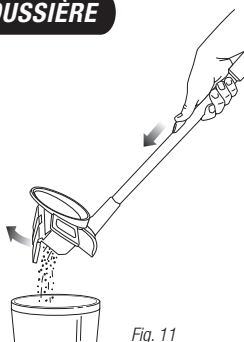

Fig. 11
- 2 Tenez la coupelle à poussière au-dessus d'une poubelle et enfoncez le bouton de vidange situé dans la partie inférieure du manche. Le panneau mobile s'ouvrira et les débris contenus dans la coupelle tomberont dans la poubelle. (fig. 11)